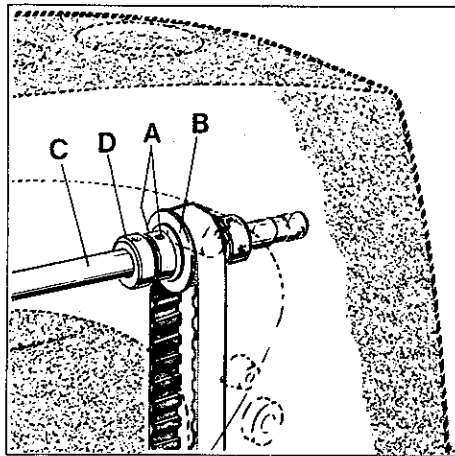

Fig.38
While rotating pulley in operating direction, the spreader should begin to move from its extreme left position to the right as the needle bar descends 1,5 to 2,0 mm (.060 to .080 in.) from top of stroke. Adjustment for timing the spreader travel can be made by loosening the two screws (A, Fig. 38) in the hub of sprocket (B), right inside the arm casting, advance or retard sprocket on shaft for spreader drive (C) as required. Thrust hub of sprocket against collar (D) when retightening screws (A).
Drehen Sie die Handrad-Riemenscheibe in Nährichtung, der Leger soll beginnen sich aus seiner linken Endstellung nach rechts zu bewegen, wenn sich die Nadelstange von ihrer obersten Stellung etwa 1,5 bis 2,0 mm nach unten bewegt hat. Die Legerbewegung läßt sich nach Lösen der beiden Schrauben (A, Fig. 38) in der Nabe des Zahnriemenrades (B), rechts im Maschinenarm und entsprechendes vor- oder zurückdrehen des Zahnriemenrades auf der Welle für Legerantrieb (C) zeitlich abstimmen. Beachten Sie, daß die Nabe des Zahnriemenrads am Stellingring (D) anliegt, wenn Sie die Schrauben (A) wieder anziehen.